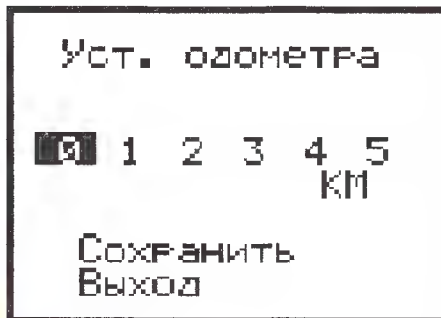

Рис. 22
**"Уст. одометр".** Этот пункт относится к постоянному (необнуляемому) одометру, подсчитывающему суммарный пробег автомобиля. Он доступен только при первых двадцати включениях БК. Здесь можно установить начальное значение показаний одометра с тем, чтобы он продолжил подсчёт пробега, начатый ранее имевшимся на автомобиле прибором. Экран ЖКИ принимает вид, показанный на **рис. 22**. Нажатиями на кнопку SB2 перемещают выделение от цифры к цифре, а с помощью кнопки SB3 выделенную цифру меняют в интервале 0—9. Это даёт возможность задать любое начальное значение, вплоть до 999999 км. Когда пробег набран, переходим к пункту "Сохранить", нажимаем на кнопку SB3 (Выбор), и, если всё набрано правильно, на экране появится надпись